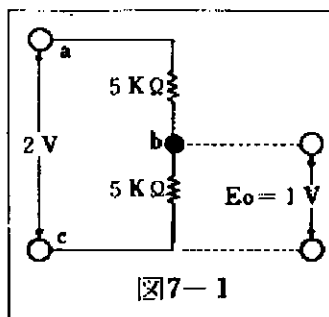

図7-1
一般に回路抵抗 (図7-1参照: c-b間の回路インピーダンス) を $R_s (\Omega)$ 、テスタの内部抵抗を $R_v (\Omega)$ 、c-b間における真の値を $E_o (V)$ 、テスタで測定される電圧を $E (V)$ とすると、次の関係があります。